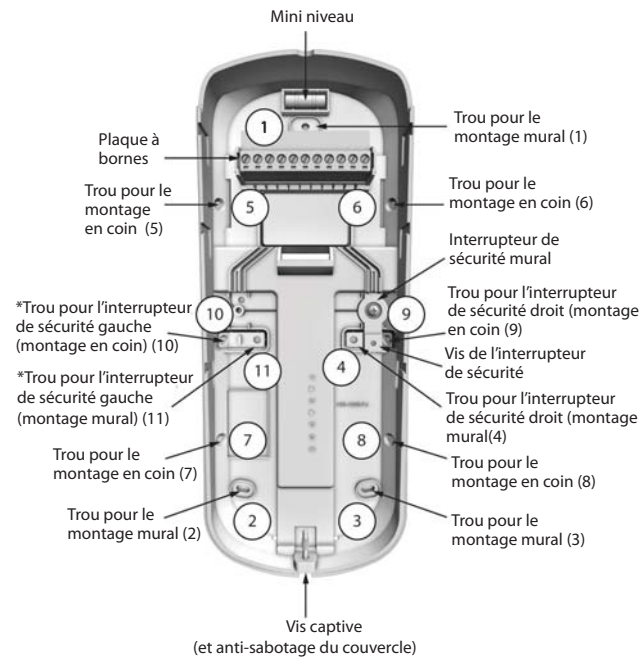

Figure 2 : Composants de la plaque arrière du NVX80
- Préparez le montage mural de la plaque arrière, en perçant les trous aux emplacements prévus (voir la Figure 2).
- Fixez l'interrupteur de sécurité à la plaque arrière, avec une vis (voir vis de l'interrupteur de sécurité, Figure 2).